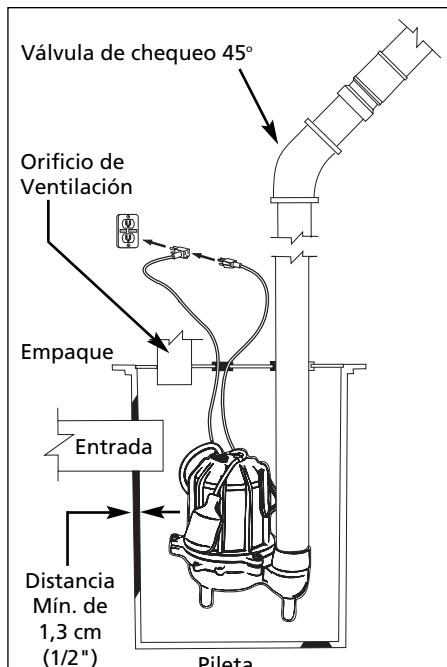

Figura 3A - Piletas Prefabricadas
6. Los modelos CSE50T vienen de fábrica con un interruptor de correa desprendible con un enchufe en serie (ver figura 3A). El largo de la correa (largo de la correa entre el flotador y la abrazadera) no debe ser menor de 3-1/4" (9,5 cm) y no debe usarse en una piletta de menos de 14" (35,5 cm) de diámetro. Si se usa un diferencial distinto del de fábrica, asegúrese de que, cuando la bomba se apague, queden al menos 4" (10 cm) de agua en la piletta para que el impulsor siga sumergido.